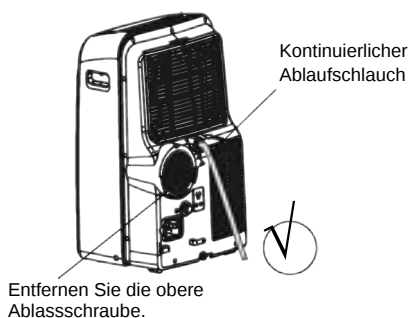
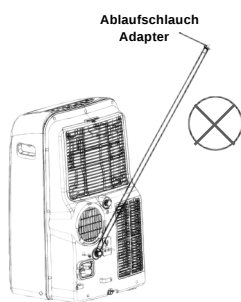

Abb.20a
Abb.21b
- Während des Entfeuchtungs-Modus, entfernen Sie die obere Ablassschraube an der Rückseite des Gerätes, installieren Sie den Ablaufstutzen (5/8 universeller weiblicher Flicker) mit 3/4 Schlauch (lokale Beschaffung). Für die Modelle ohne Ablaufstutzen, befestigen Sie einfach den Ablaufschlauch in das Loch. Legen Sie das offene Ende des Schlauchs direkt über den Abfluss-Bereich in ihrem Untergeschoss. Bitte sehen Sie Abb. 20a
- Während des Wärmepumpe-Modus, entfernen Sie die untere Ablassschraube an der Rückseite des Gerätes, installieren Sie den Ablaufstutzen (5/8 universeller weiblicher Flicker) mit 3/4 Schlauch (lokale Beschaffung). Für die Modelle ohne Ablaufstutzen, befestigen Sie einfach den Ablaufschlauch in das Loch. Legen Sie das offene Ende des Schlauchadapters direkt über den Abfluss-Bereich in ihrem Untergeschoss. Bitte sehen Sie Abb. 20a.
HINWEIS: Achten Sie darauf, dass der Schlauch sicher ist, so dass es keine undichten Stellen gibt. Richten Sie den Schlauch in Richtung des Abflusses, so dass sichergestellt wird, dass es keine Knicke gibt, die das Abfließen des Wassers stoppen werden. Legen Sie das Ende des Schlauches in den Abfluss und stellen Sie sicher, dass das Ende des Schlauches nach unten ist um das Wasser reibungslos fließen zu lassen. (Siehe Abb.20a, 20b, 21a). Lassen Sie es nie locker. (Siehe Abb.21b)